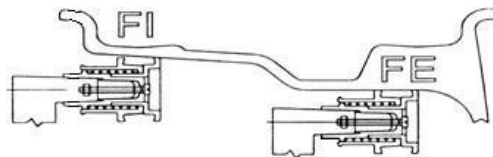
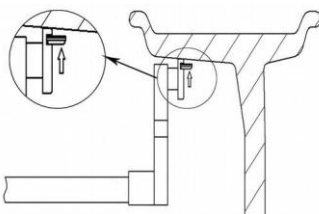

Bild 7-7
Bild 10-11
Bild 7-7 eller 7-8: Vänd på mätningsarmen, dra mätningsarmens huvud innanför fälgen (läge FI, stället där fälgvikten för fälgens insida fästs). Mät avståndet (a) och diametern (d) (Bild 7-9). Efter detta dra mätningsarmens huvud till fälgens ytterkant (till läge FE), stället på vilket limvikten fästs. Mät avståndet (aE) och diametern (dE) för fälgens ytterkant (Bild 7-10). Gå till ALU-S - balanseringen.
- 10.3.8 Vid ALU-S-funktionen enligt bild 7-7, tryck på STOP-knappen, varvid den mittersta displayen visar - - - . Fäst en limvikt av lämplig storlek på mätarmsarmens ände. Roterat hjulet långsamt tills alla indikatorljus för insidans obalansläge tänds (Bild 5-1(8)). Dra i mätarmsarmen tills alla indikatorljus för insidans limviktsposition tänds (Bild 5-1(2)). Vänd på mätarmsarmen och fäst limvikten som på Bild 10-11.